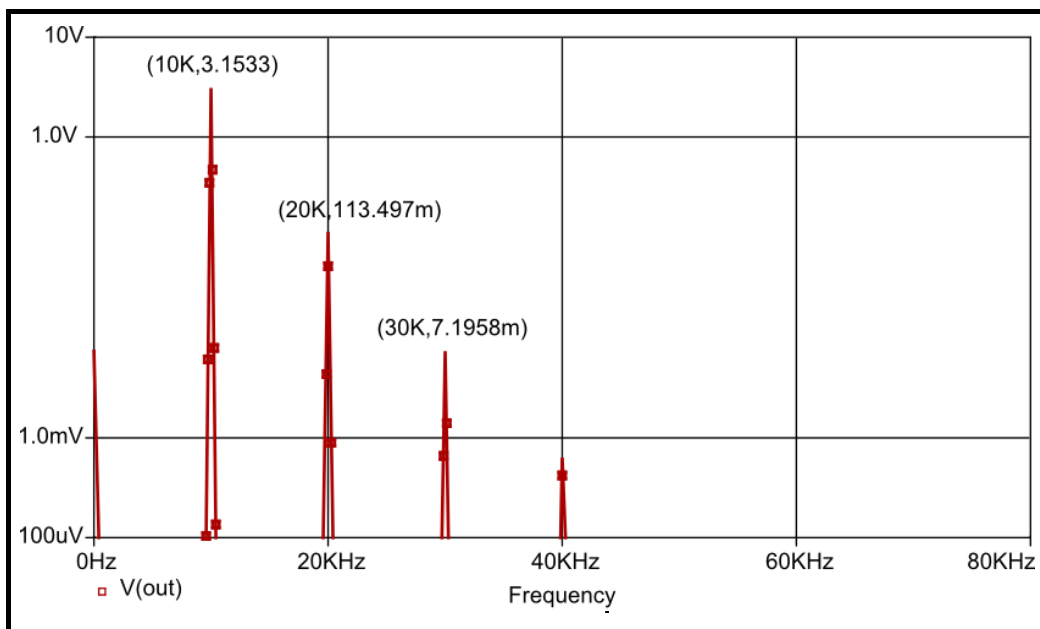

Рис. 74. Спектр колебания на выходе усилителя
54. Включить трассировку10 и определить величины первых гармоник (использовать не более 10 шт.) амплитуды которых превышают 1 мВ, поставить метки.11 Измеренные значения и полученный график сохранить в заготовке отчета. Примерный вид полученного спектра колебания на выходе усилителя с измеренными амплитудами гармоник показан на рис. 74.